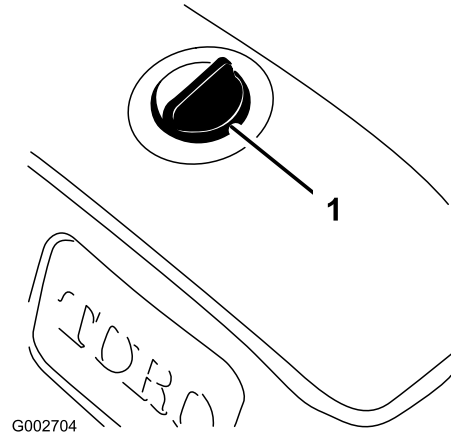

Bild 15
3. Säubern Sie den Bereich um den Deckel des Hydraulikölbehälters, damit keine Rückstände in den Behälter gelangen (Bild 15).